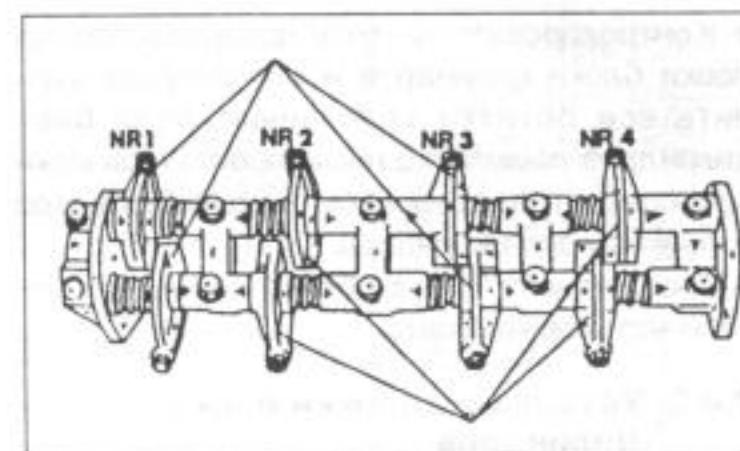

Рис. 61.
- В стандартном двигателе все детали оси коромысла хорошо смазать и собрать оси. Оси впускного (впереди) и выпускного клапанов (сзади) нельзя перепутать. Чтобы найти разницу, нужно посчитать отверстия для смазки. У оси впускного клапана отверстий в два раза больше, чем у выпускного. Нужно также следить, чтобы коромысла № 1 и № 3, а также № 2 и № 4, были одинаковыми, но должны быть установлены в первоначальные позиции, если применялись старые детали. Оси коромысел должны быть собраны в соответствии с рис. 61. Конец каждой оси закрепляется. Этот конец входит на противоположную сторону. Рисунок показывает, какие коромысла одинаковы.